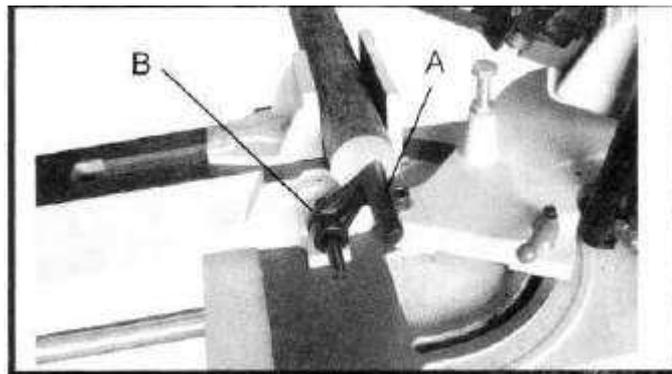

Fig. 14
L'engrenneur sert au cas où plusieurs pièces doivent être coupées à la même longueur. Positionnez la cale de l'engrenneur (A), Fig. 14, à la distance souhaitée par rapport à la lame. Il convient que la pièce bute en bas contre l'engrenneur, comme le montre la figure. L'engrenneur peut être repositionné en desserrant la vis de réglage (B) et en le déplaçant comme il convient. La cale, si elle n'est pas utilisée, doit être tournée sous la surface du plateau.